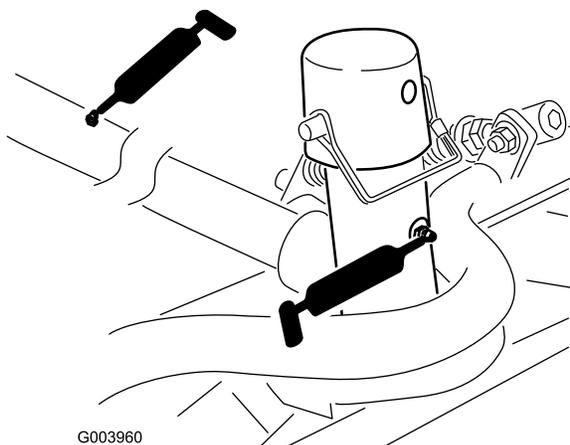

Figura 55
- Bastidor de tiro y pivote de la unidad de corte (2 en cada) (Figura 55).